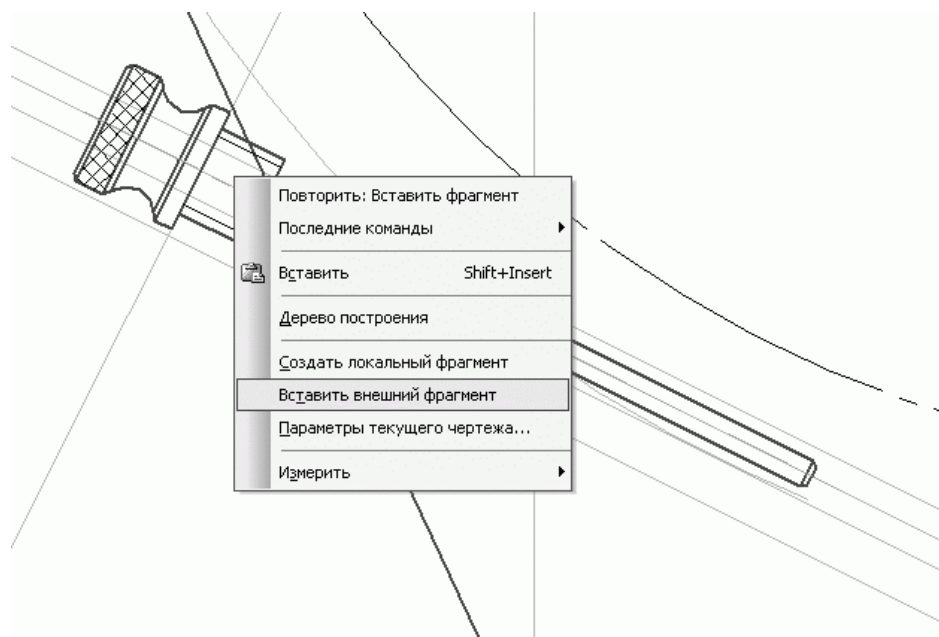

Рис. 2.117. Вставленное изображение маслоуказательного жезла
3. Теперь нужно создать изображение маслоуказательного жезла. Если вы имеете точные размеры этой детали (они приводятся в специальной литературе), можете выполнить ее на чертеже самостоятельно. На самом деле щуп, как и крышка смотрового отверстия, не является очень важной деталью в редукторе, поэтому его зачастую выполняют произвольно (в реальных условиях на производстве его иногда вообще заменяют куском проволоки или каким-либо другим подобным предметом). Для чего следует выполнить команду контекстного меню Вставить внешний фрагмент. Появится окно выбора файла фрагмента. Указав файл, определите точку вставки (фиксации изображения). После завершения выполнения команды отредактируйте угол поворота вставленного фрагмента относительно других объектов чертежа (поворачивание осуществляется при помощи характерных точек). Размеры ниши для размещения жезла принимаются конструктивно (желательно, чтобы жезл на 2/3 погружался в масло, залитое в корпус редуктора). Вставленное изображение жезла и вспомогательная геометрия для построения ниши показаны на рис. 2.117. Вспомогательные линии нужно создавать уже после вставки и поворота изображения жезла.